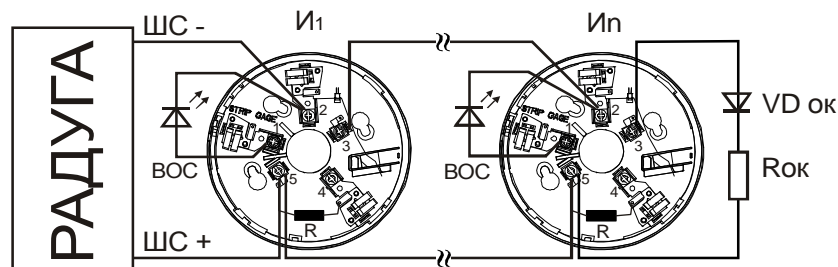

Рис. 3. Подключение извещателей серии ПРОФИ при работе ППКП «Радуга» в режиме 3, при распознавании срабатывания двух извещателей
- Извещатели серии ПРОФИ устанавливаются в базы В401R с токоограничивающими резисторами, с подключением положительного проводника ШС к 5 контакту (рис. 3).